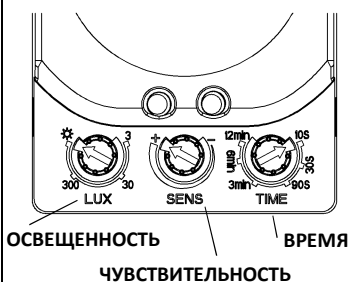

Рис.2
- Датчик излучает и принимает высокочастотные электромагнитные волны 5,8 ГГц. По изменению в отраженных волнах датчик определяет движение объекта в контролируемой зоне. Если, например, в зону обнаружения датчика входит человек, первым делом датчик производит сравнение текущего значения внешней освещённости и выставленной в настройках датчика. Если она выше уставки датчика (рис.2) - датчик не включит нагрузку, если ниже - происходит включение нагрузки (светильников).